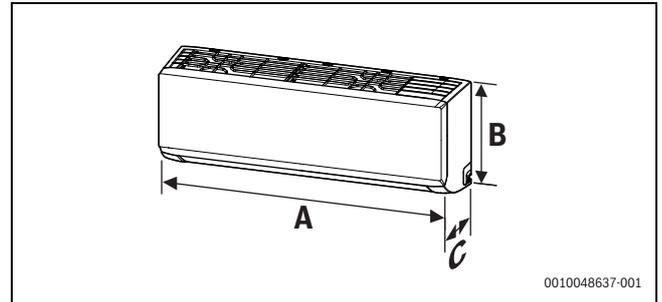
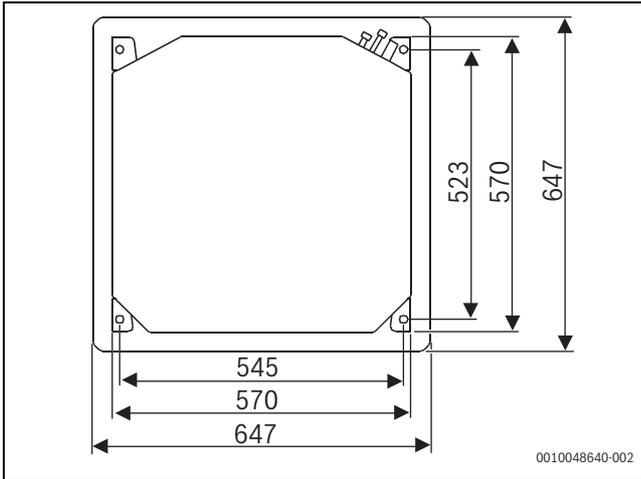

Bild 2 Abmessungen Inneneinheit (Wandinstallation)
Bild 6 Abmessungen Inneneinheit (Deckenkassette) (Maße in mm)
- Die Abmessungen der Inneneinheit müssen beachtet werden (→ Bild 2, Bild 4, und Bild 6).